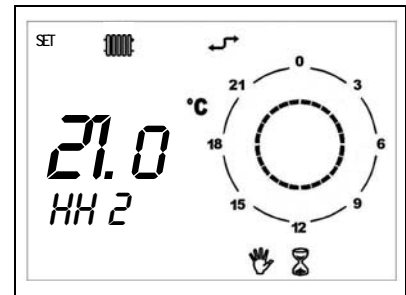

Figura 9
- Funzionamento **MANUALE TEMPORIZZATO (PARTY)**: segnalato dalla compresenza delle icone clessidra e manuale (vedi Figura 9).
- Durante l'intero periodo sul display sarà visibile il tempo rimanente allo scadere della funzione temporizzata (vedi Figura 9).